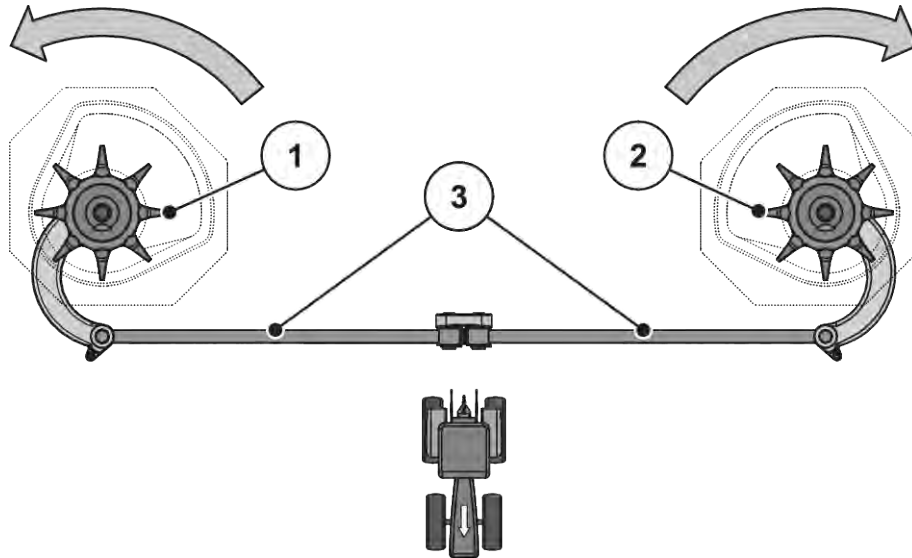

Fig. 56: Kontrollere røreverksdrev
- Drei blandehodet for hånd **i retningen til spredeskiven**. Se Fig. 56 Kontrollere røreverksdrev.
- Drei rørehodet for hånd eller ved hjelp av et oljefilterbånd kraftig **mot dreieretningen til spredeskiven**. Se Fig. 56 Kontrollere røreverksdrev